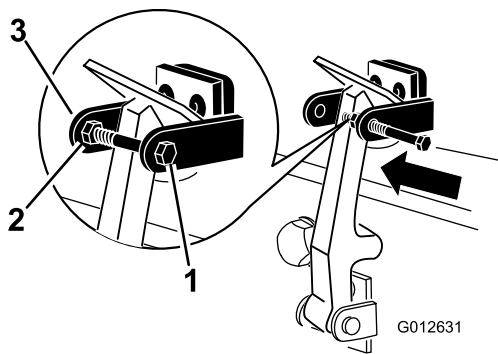

Bild 10
7. Schrauben Sie die Schraube in den anderen Arm der Motorhaubenhalterung, um den Riegel zu arretieren (Bild 10). Ziehen Sie die Schraube (nicht die Mutter) an.